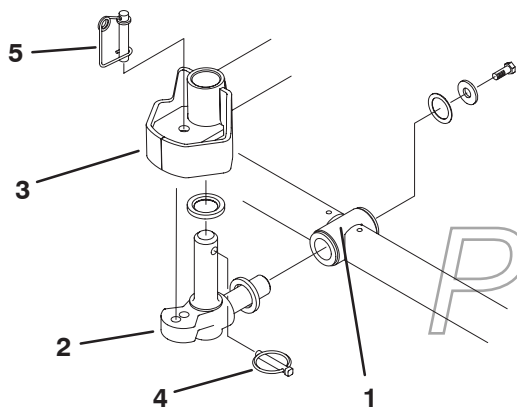

**Figure 3**
3. Lubrifiez et montez un grand joint torique dans la rainure du boîtier de roulement à chaque extrémité du plateau de coupe (Fig. 3 et 6).
4. Fixez un contrepoids sur l'extrémité appropriée de chaque plateau de coupe au moyen des vis fournies (Fig. 3).